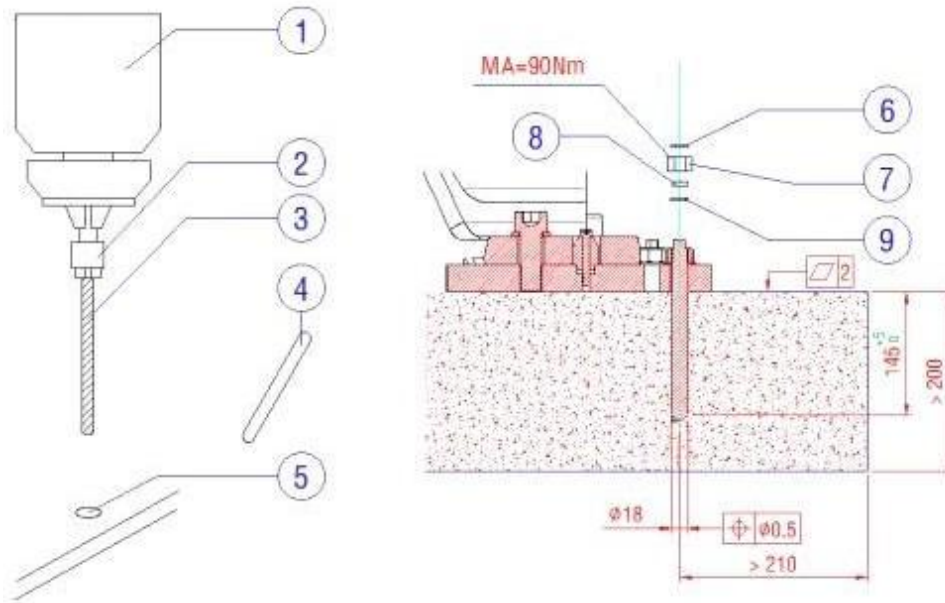

图7-4：化学螺栓的安装
7. 通过底板上的孔(图7-4) (5) 钻12个化学螺栓孔。